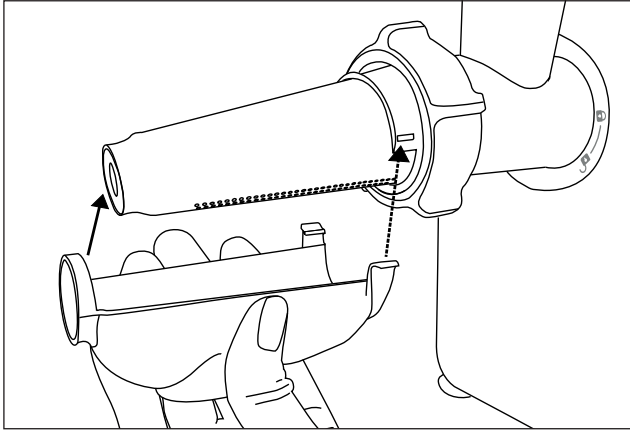

Fig. 2
- 8) A continuación, fije la bandeja colectora **8** en el pasapurés **10** (consulte la fig. 2). Para ello, coloque el anillo en la punta del pasapurés **10** y enganche los cierres **7** en ambos lados del extremo ancho. El orificio de la bandeja colectora **8** debe apuntar hacia abajo.